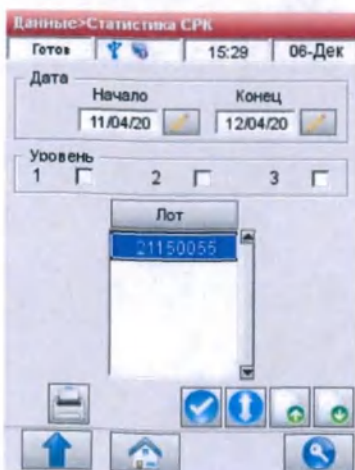

Рис.6-14 Статистика контролей
3. На экране <Данные> Статистика контролей> (Рис.6-14) нажмите , чтобы выбрать дату <Начало> и дату <Конец> для статистического отчета, который будет напечатан.
6. Чтобы напечатать результаты для отдельных лотов, выделите желаемый лот (Рис.6-14).